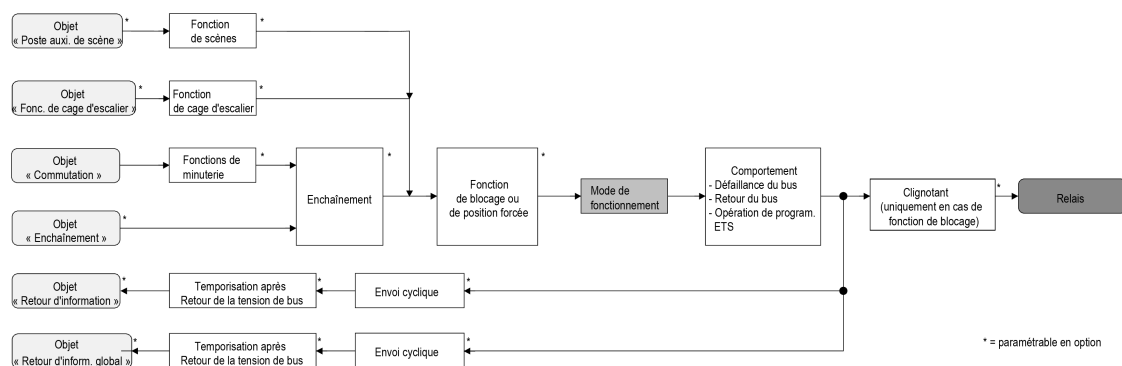

Figure 16: Schéma fonctionnel « Mode de service »
- i** L'état de commutation logique (« marche - 1 » ou « arrêt - 0 ») est réglé par l'objet de communication « Commutation » et influencé par les fonctions pouvant être activées en option (par ex. fonctions de minuterie/cage d'escalier, liens, fonctions de blocage/forcées, scènes) (figure 16).